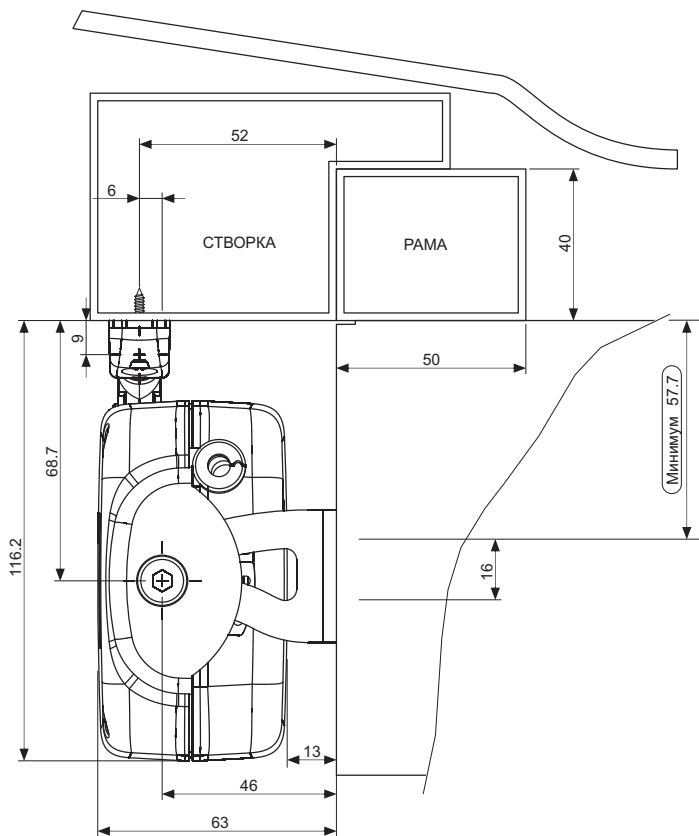

Рис. 14
5.2- ВЕРХНЕПОДВЕСНЫЕ ОКНА (Рис. 8 и Рис. 14 ÷ 25)
- 2) **Рис. 14-** Начертите карандашом центральную линию "X" на раме и створке;